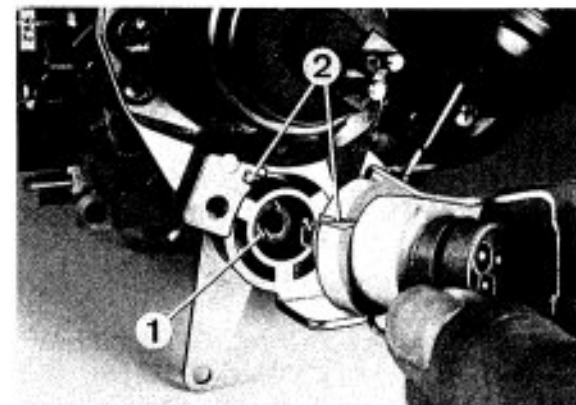

Bild 7b
4.3 Drosselklappen-Potentiometer ersetzen (Bild 7b)
- Beim Abnehmen des Potentiometers darauf achten, daß die Kupplung (1) nicht herausfällt.
- Beim Einsetzen auf richtigen Sitz der Kupplung (1) und Arretierungsschlitze (2) achten.